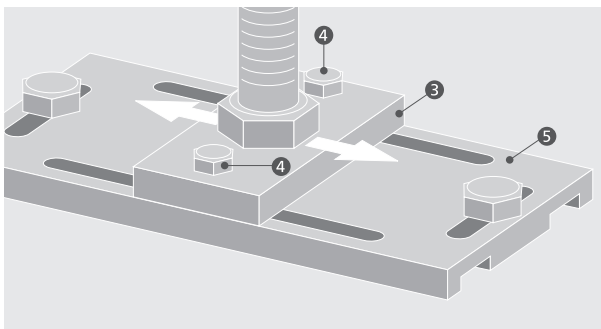

Abbildung 7.2.2
- Durch das Einstellen des Kettenspiels ändert sich die Position der Station (und/oder der Stützen) neben den Kanallängenausgleichern. Diese sind deshalb auf Schiebepplatten (3) montiert. Befestigungsschrauben (4) der entsprechenden Stützenfüße (5) losdrehen und ggf. störende Verschmutzungen entfernen. (Abb. 7.2.2)